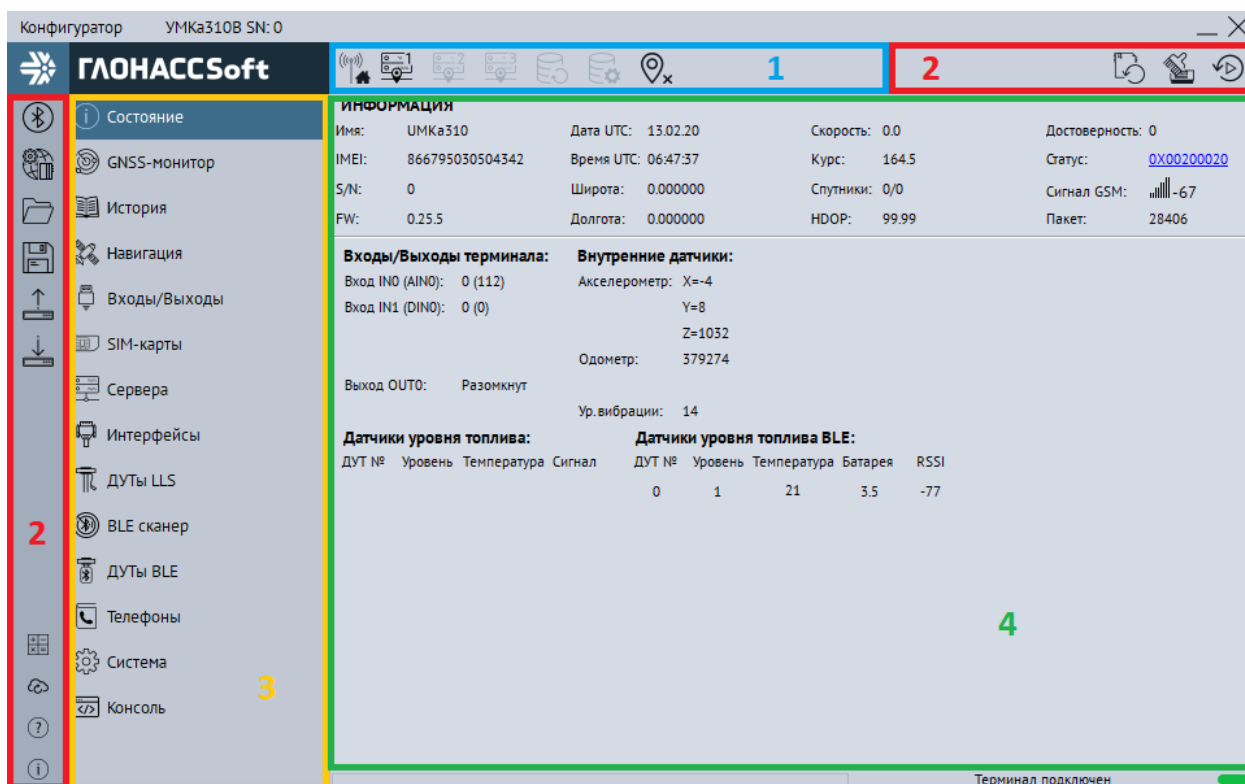

Рисунок 3.8 Стартовое окно «Состояние»
Для запуска приложения, перейдите в «Пуск» → «Все программы» → «Конфигуратор УМКа3ХХ». Откроется стартовое окно конфигуратора (Рисунок 3.8), которое условно можно разделить на четыре зоны: Панель статуса (1), панели инструментов (2), дерево настроек (3) и окно отображения информации (4).
Для просмотра и редактирования настроек терминала воспользуйтесь вкладками настроек (Рисунок 3.8). При нажатии на вкладку в окне отображения информации можно посмотреть соответствующие значения и настройки и отредактировать их.
На вкладке «Состояние» (Рисунок 3.8) отображается общая информация о терминале, состояние входов/выходов терминала, внутренних и внешних датчиков.